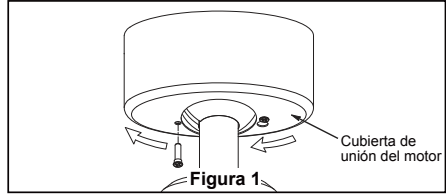

Figura 1
1. Instale la cubierta rotando la ranura clave en la cubierta sobre el tornillo de hombro del soporte del gancho y cuidado de no pellizcar los cables. Fije el tornillo de hombro. Instale adecuadamente y fije el segundo tornillo de hombro que fue anteriormente guardado. (Figura 1)